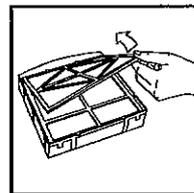

Fig. 30
- Levez le tamis du préfiltre, il se trouve sur le filtre; pour ceci tenez fermement le préfiltre et tirez-le pour le séparer de l'ensemble (fig. 30).